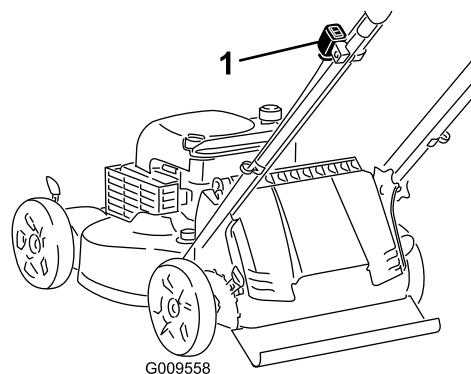

Figure 11
1. Si le commutateur d'allumage de votre machine (Figure 11) est à bascule (avec une position marche ("I") et une position arrêt ("Stop")), poussez-le à la position "I". Sinon passez à l'opération 2.